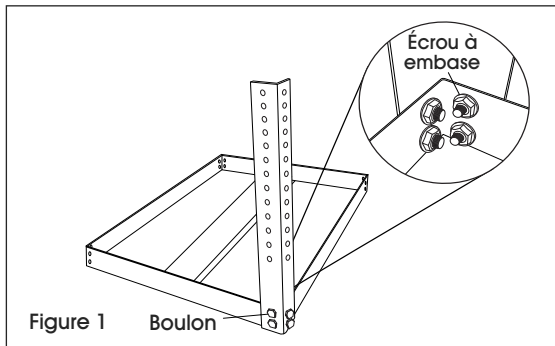

Figure 1 Boulon
2. Fixez les pieds à l'extérieur du panneau supérieur avec quatre boulons et quatre écrous à embase sur chaque pied. (Voir Figure 1)